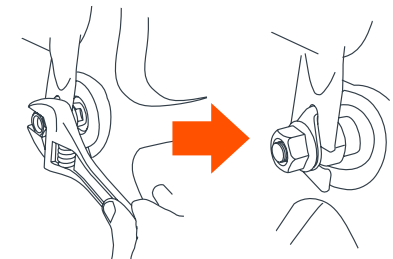

Fig. 4
- 4) Avec la roue en place, installez les écrous d'essieu et serrez-les avec une clé à molette standard, polygonale ou à fourche. Puisque vous devriez sentir une forte résistance, la roue doit être maintenue fermement en place (Fig. 4).